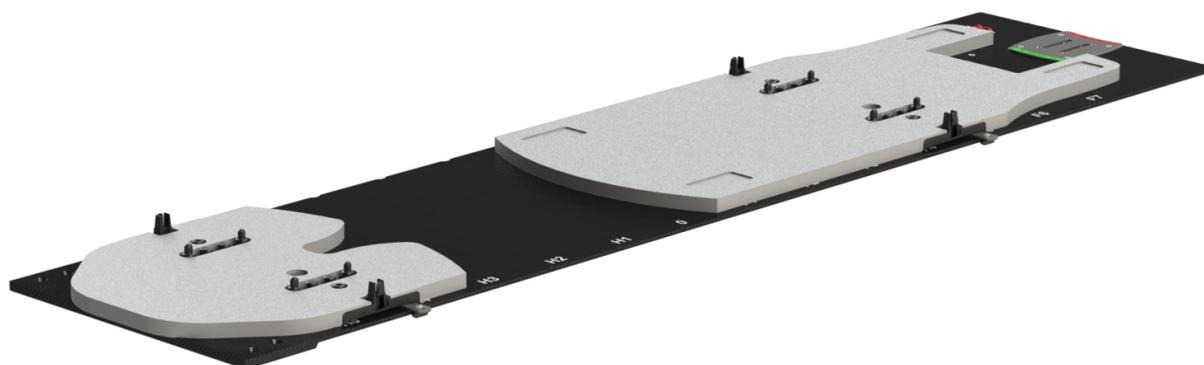

Fig. 8
2. Collocare gli spessori per TC nello stesso punto di allineamento usato per i componenti per piedi e testa. Gli spessori per TC possono essere impilati l'uno sull'altro per aumentare l'altezza in incrementi di 2,5 cm. (Fig. 8)